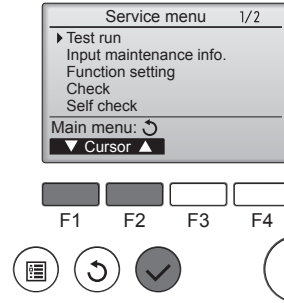

Fig. 8-1
- 1 Service (Servis) menüsünden "Test run" (Çalışma testi) öğesini seçin ve [SELECT] (SEÇ) düğmesine basın. (Fig. 8-1)